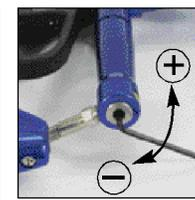

Figura 8. Aumento de la presión en el modelo EXT.
3. El modelo EXT viene con un regulador DSR que puede afectar directamente la velocidad. La mayoría de las marcadoras EXT dispararán a 280 pies por segundo con el regulador ajustado a 300 psi. Para aumentar la velocidad utilice una llave Allen 3/32" para elevar la presión. Para elevar la presión haga girar el perno inferior de ajuste de velocidad en el sentido contrario a las agujas del reloj (debajo del regulador DSR) con una llave Allen 3/32". Ver Figura 8..